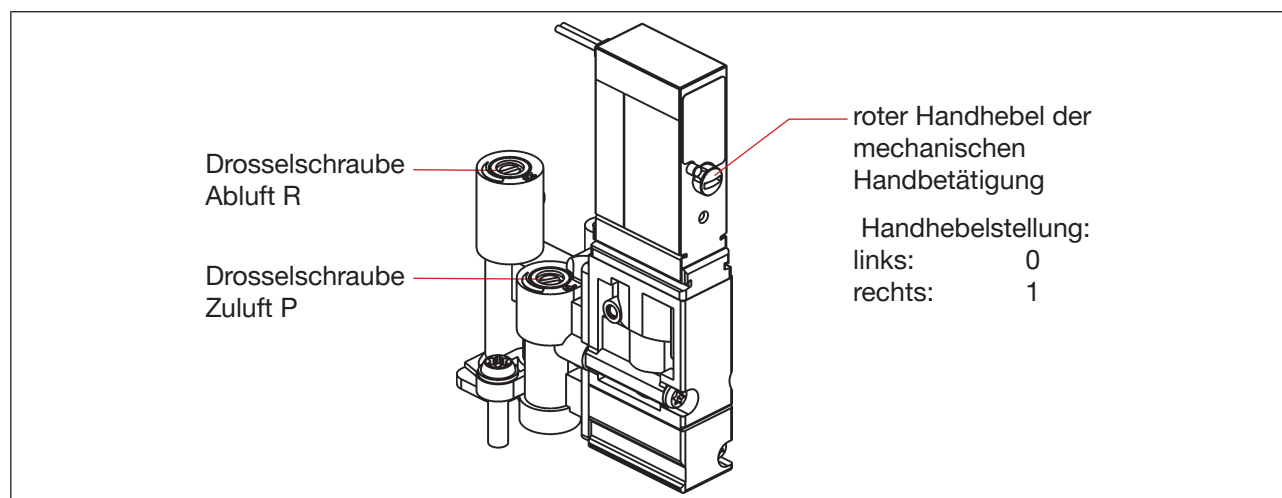

Bild 13: Drosselschrauben und mechanische Handbetätigung der Magnetventile
Die Drosselschrauben der Magnetventile (siehe „Bild 13“) dienen der Einstellung der Luftzufuhr und -abfuhr der Arbeitsanschlüsse und damit der Einstellung der Öffnungs- und Schließgeschwindigkeit des Prozessventils:
- Unter Berücksichtigung der Sicherheitsrichtlinien den jeweils einzustellenden Ventilplatz (V1, V2 oder V3) aktivieren (entweder über die Anlagensteuerung (PC-Service-Programm oder Bürkert Communicator) oder über die jeweilige mechanische Handbetätigung am Magnetventil - „Bild 13“).